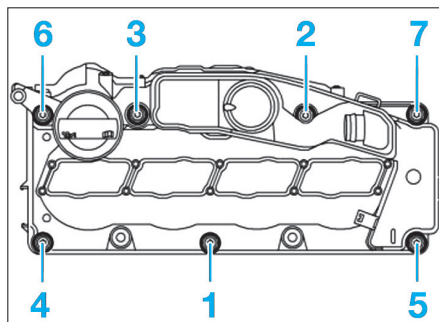

Fig. 64
- Dévisser les vis de fixation du couvercle et le déposer (Fig.64).
- Visser à la main les vis de fixation du couvercle dans l'ordre (1) à (7) (Fig.64).